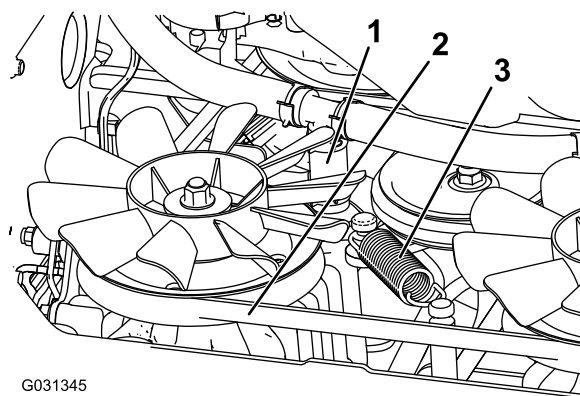

Figura 71
5. Retire la manguera hidráulica inferior (Figura 71).
6. Retire el muelle tensor (Figura 71).
7. Retire la correa de la carcasa del embrague y del tope del embrague (Figura 71).